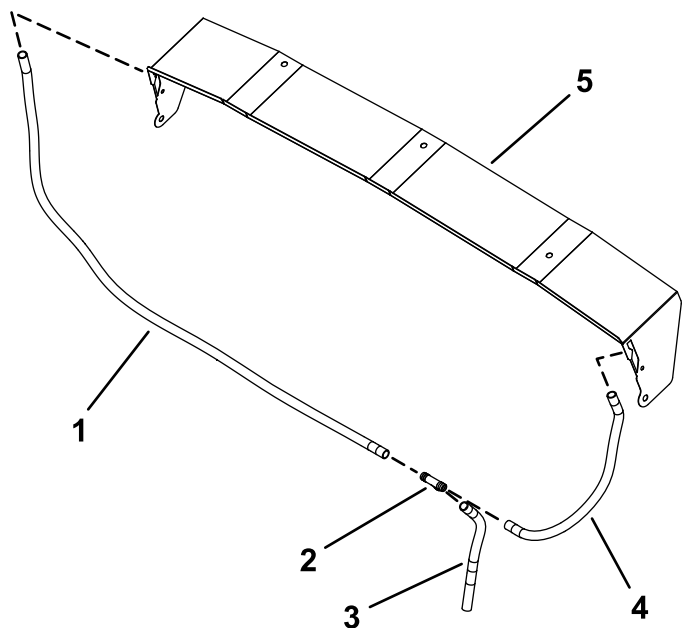

図 42
4. T字フィッティングを使って、122 cm の透明チューブを 33 cm の透明チューブと 43 cm の透明チューブに接続する 図 42。